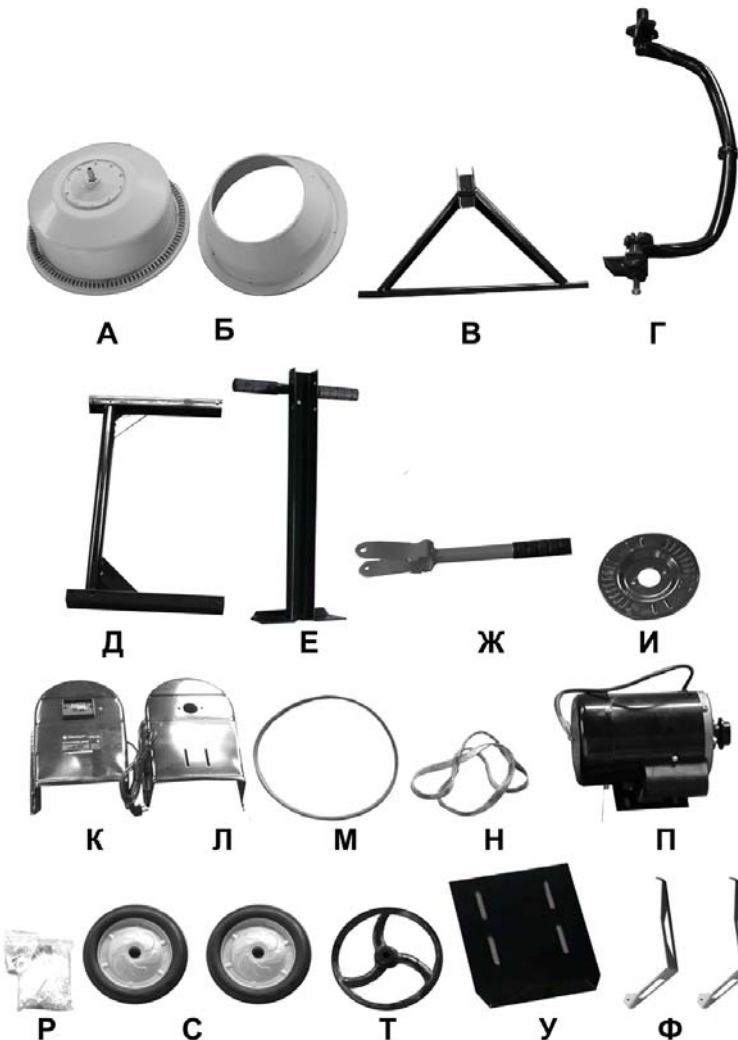

Рис.1.
3.1 В комплект поставки бетономесителя входит (Таблица 2, Рис. 1):